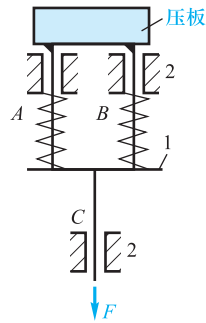
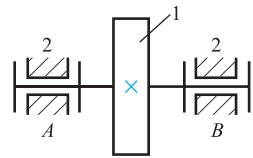

图 3.19 移动方向一致引入的虚约束
图 3.20 轴线重合引入的虚约束
(3) 如果两个构件组成多个移动方向一致的移动副(图 3.19),或两个构件组成多个轴线重合的转动副(图 3.20),只需考虑其中一处的约束,其余各处带进的约束均为虚约束。